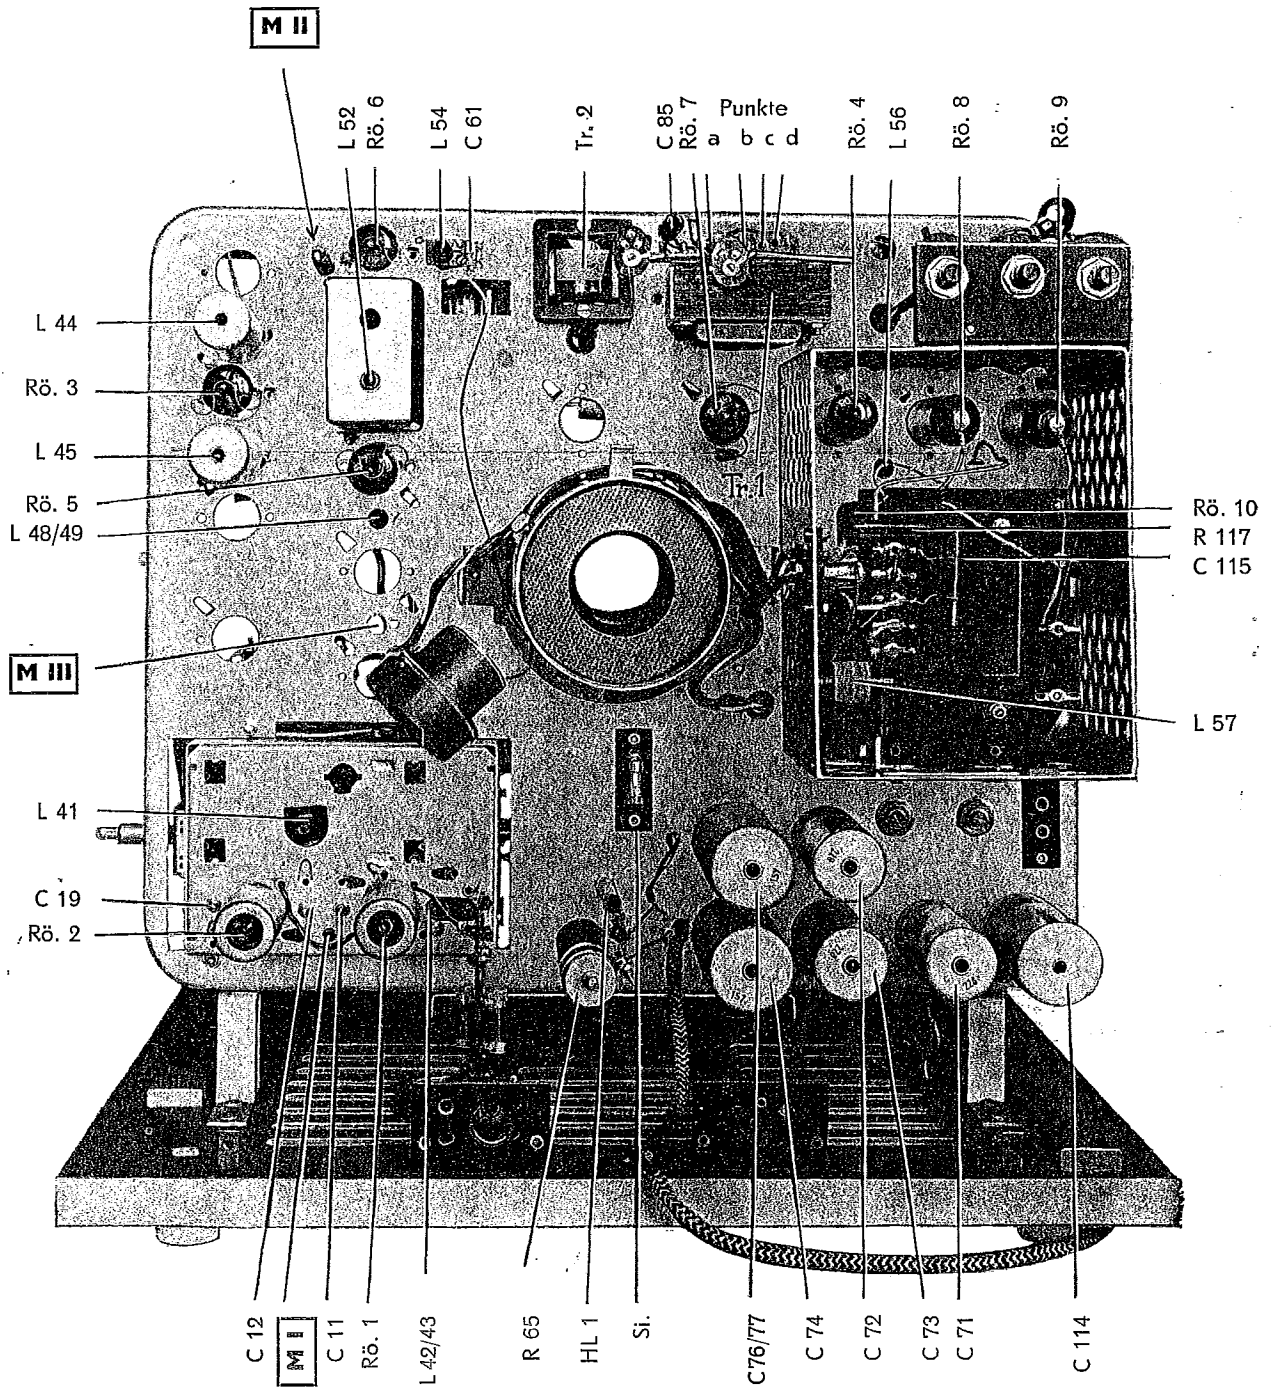

Abb. 4
Aufgrund der Konstruktion des Fernsehempfängers „Weißensee“ ist es möglich, die 30-cm-Bildröhre gegen eine 43-cm-Bildröhre auszutauschen. Soll die 30-cm-Bildröhre gegen eine 43-cm-Bildröhre ausgetauscht werden, so muß nach dem Wechseln der Bildbreitenschalter in Mittelstellung gebracht und die Bildbreite mit Spule L 57 korrigiert werden. Der Zwischensockel der 30-cm-Bildröhre muß entfernt, der Röhrenbock muß nach dem Lösen der Schrauben umgekehrt werden. Das Spannband muß jetzt auch an der anderen Seite oben am 43-cm-Röhrenbock befestigt werden, außerdem muß der Hochspannungsanschluß am Kanal ausgetauscht bzw. mit dem Adapter für die 43-cm-Bildröhre versehen werden. Der am Zeilentrafo vorhandene Kondensator C 115 (100 pf) muß auch an der anderen Seite angelötet werden (siehe Abb. 4).
- a) Ein hochohmiges Meßinstrument mit Zeiger Mittelstellung an Punkt a und b (s. Stromlaufplan, Abbildung 4 und Skizze 1) anschließen.
- b) Schwungradkreis (Punkt c und d) kurzschließen (s. Stromlaufplan, Abbildung 4 und Skizze 1)